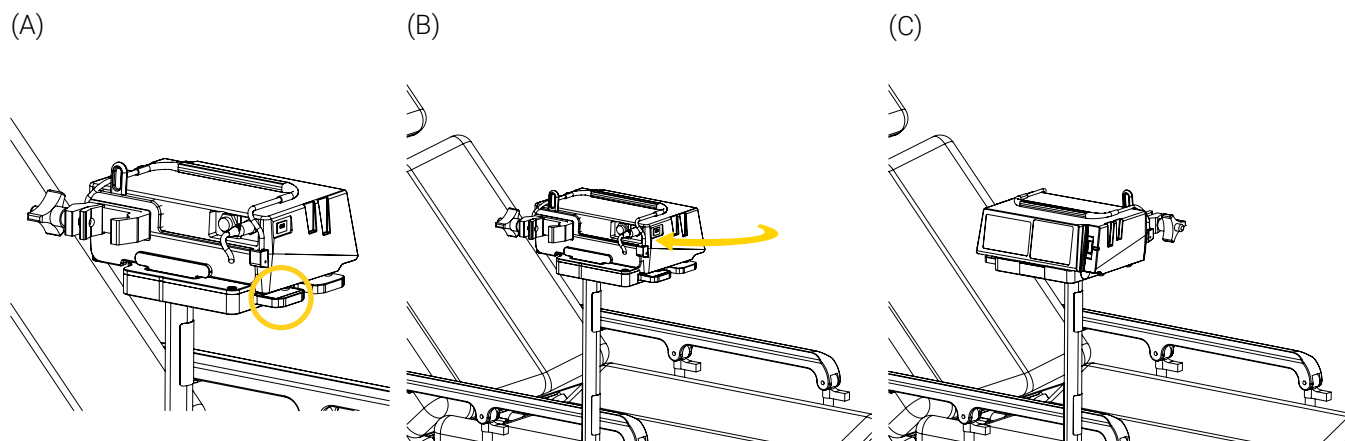

Figure 11: Retrait du Support de fixation NVM de la tige
- Appuyer et maintenir le bouton de rotation/à déclenchement rapide sur le support de fixation (Figure 11 A), tourner le dans le sens horaire ou antihoraire jusqu'à 180 °, jusqu'à ce qu'il atteigne la fin de sa course (Figure 11 B), puis relâcher le bouton afin de verrouiller le support à la position finale (Figure 11 C).